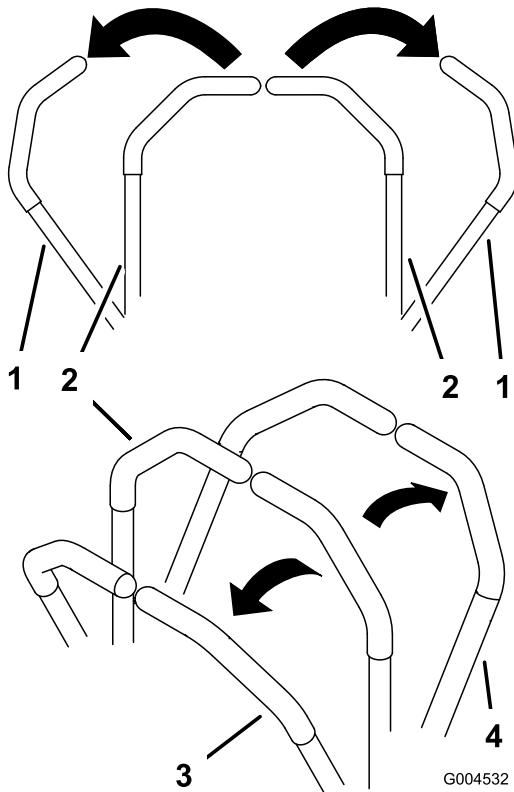

Figure 16
Pour vous déplacer en ligne droite, appliquez une pression égale sur les deux leviers de déplacement (Figure 16).
Pour tourner, relâchez le levier de commande correspondant à la direction que vous voulez prendre (Figure 16).
2. Pour vous déplacer en marche avant, poussez doucement les leviers de commande de déplacement vers l'avant (Figure 16).